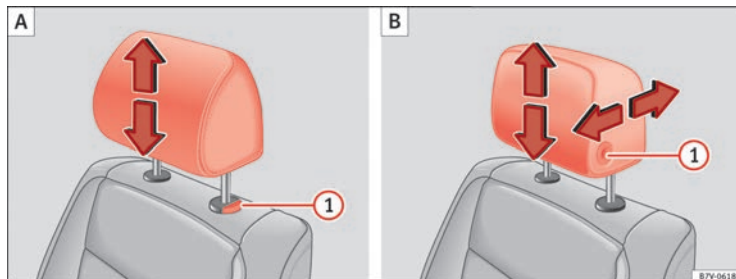
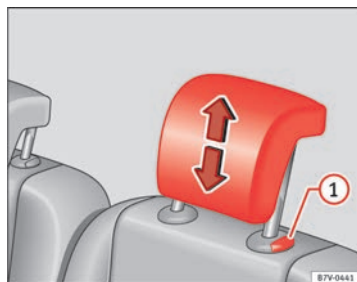

Abb. 84 A: Kopfstützeneinstellung ohne Möglichkeit der Längsverstellung, B: Kopfstützeneinstellung mit Möglichkeit der Längsverstellung, B:
Abb. 85 Kopfstützeneinstellung der zweiten der dritten Sitzreihe.
- Die Kopfstütze in Pfeilrichtung nach oben oder unten schieben → Abb. 84 oder → Abb. 85 (1) durch Knopfdruck verstellen → .
- Durch Drücken des Knopfes die Kopfstütze in Pfeilrichtung nach vorne oder nach hinten schieben → Abb. 84 (1) B.